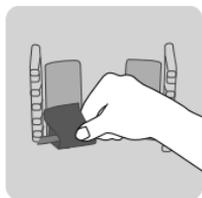

Рис. 1
Автокресло можно установить в 4 разных положения при использовании в положении «по ходу движения» (см. рис. 1, 2, 3, 4).
- **76 - 105 см и весом не более 18 кг:** установка по ходу движения (лицом вперед), используйте первый - четвертый уровни. (Рис. 1 - 4)
- **100 - 135 см:** установка по ходу движения (лицом вперед), первый уровень. (Рис. 1)
1. Направление против хода движения (Рис. 1): необходимо использовать направление против хода движения для ребенка ростом от 40 до 105 см и до достижения ребенком возраста в 15 месяцев.
Ослабьте натяжение 5-точечной системы ремней безопасности и снимите петли ремней с фиксирующей оси крепления. Скрутите и спрячьте сбоку под чехлом, чтобы они не мешали ребенку. (Рис. 1)